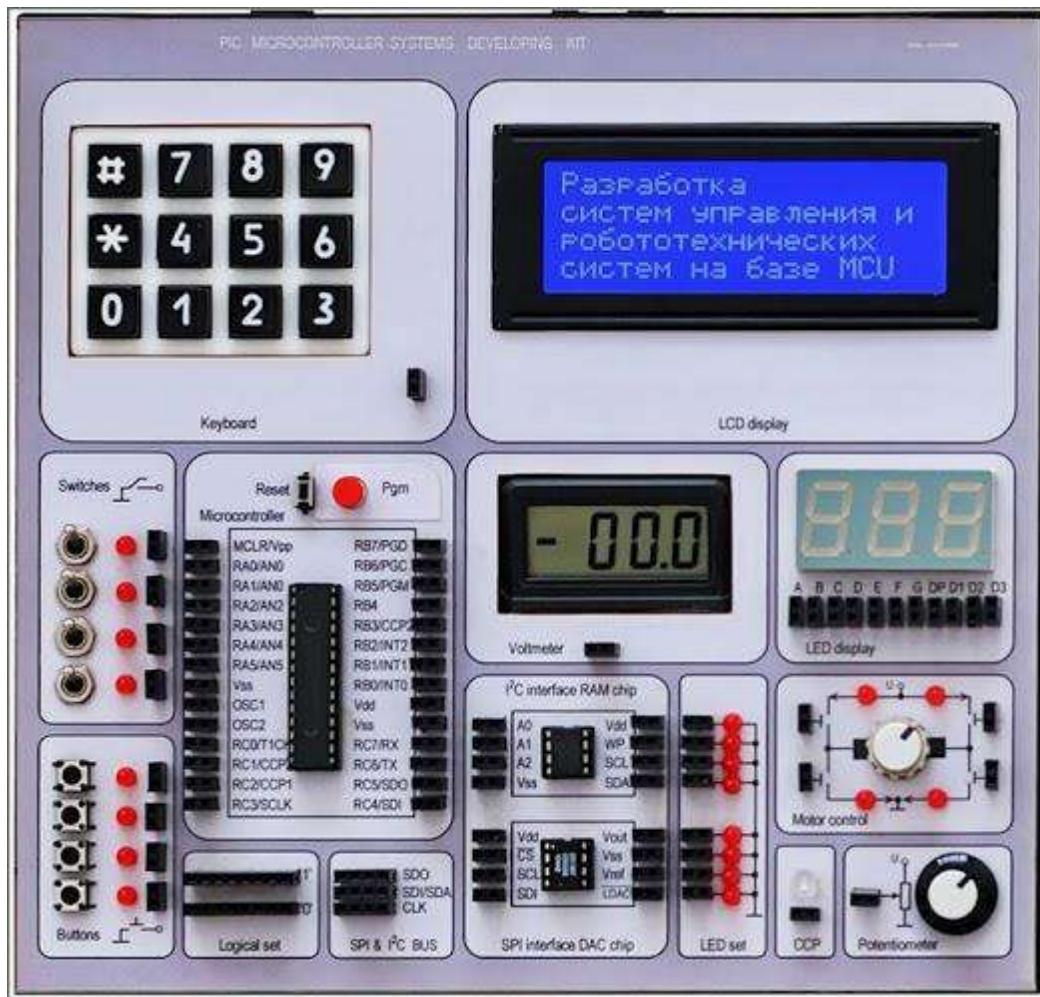

Рисунок 2.1 – Апаратно-програмний комплекс № 1
**До складу Апаратно-програмного комплексу № 1 (рис. 2.1) входить:**